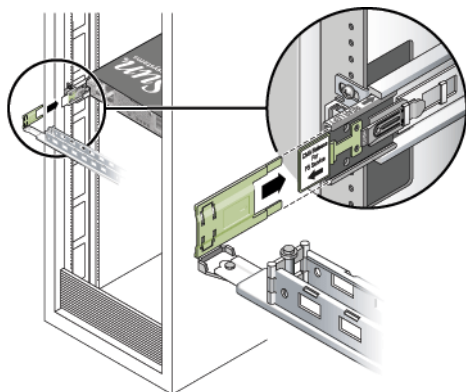

FIGURA 2-6 Collegamento del braccio di gestione dei cavi al connettore dell'estensione
5. Inserire il restante connettore del braccio di gestione dei cavi nell'estremità in plastica dell'estensione del braccio (FIGURA 2-6).